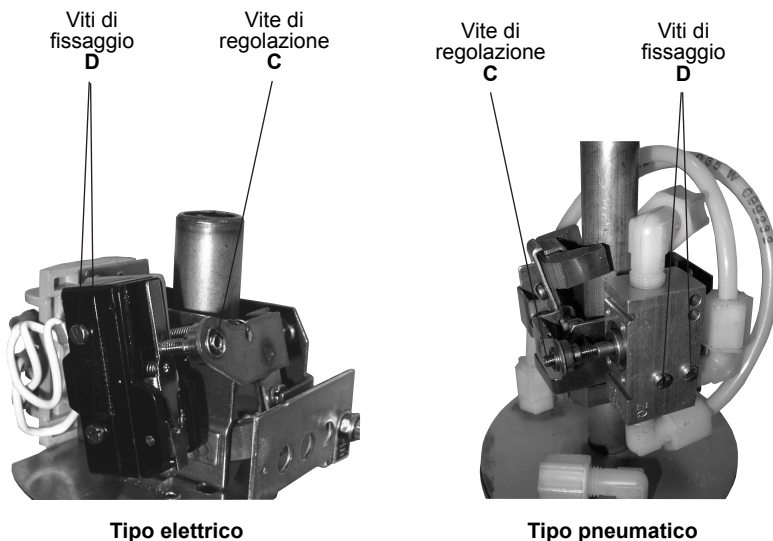

Fig. 6 - Interruttori elettrico e pneumatico
- 2 - Togliere le 2 viti di fissaggio "D" (vedi Fig. 6 tipo elettrico) e rimuovere l'interruttore.
- 4 - Muovere manualmente il braccio porta-magnete assicurandosi che l'interruttore sia adeguatamente azionato cioè apra e chiuda regolarmente; agire se necessario sulla vite "C", vedere Fig.6 tipo elettrico.
- 2 - Togliere le 2 viti di fissaggio "D" (Fig. 6 tipo pneumatico) e rimuovere la valvola.
- 4 - Muovere manualmente il braccio porta-magnete assicurandosi che l'interruttore sia adeguatamente azionato cioè apra e chiuda regolarmente; agire se necessario sulla vite "C", vedere Fig. 6 tipo pneumatico.
Verificare l'allineamento tra la vite di regolazione "C" e la leva di azionamento del microinterruttore (Fig. 6 tipo elettrico). Accertarsi che il microinterruttore commuti regolarmente azionando manualmente il braccio porta-magnete.
Verificare l'allineamento tra la vite di regolazione "C" e il pulsante di comando della valvola (Fig. 6 tipo pneumatico).